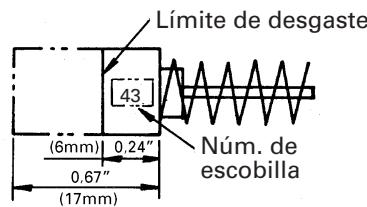

Fig. 17
2. Inspección de la escobillas (Fig. 17)
NOTA: Utilice las escobillas metabo HPT Núm. 43 indicadas en la Fig. 17.